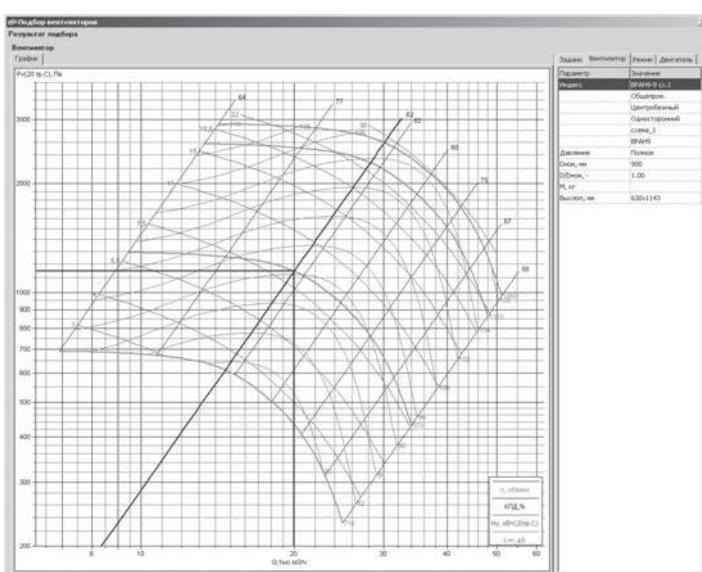

Рис. 10
8); второй этап – просмотр списка вентиляторов, удовлетворяющих условиям подбора, и выбор варианта решения (рис. 9); третий этап – просмотр полных данных по результатам расчета (рис. 10). За каждый этап отвечает самостоятельная диалоговая панель, смена этапов осуществляется нажатием кнопок «Далее» и «Назад». Если на последнем этапе диалог закончен нажатием кнопки «OK», вариант подбора попадает в список выполненных расчетов.